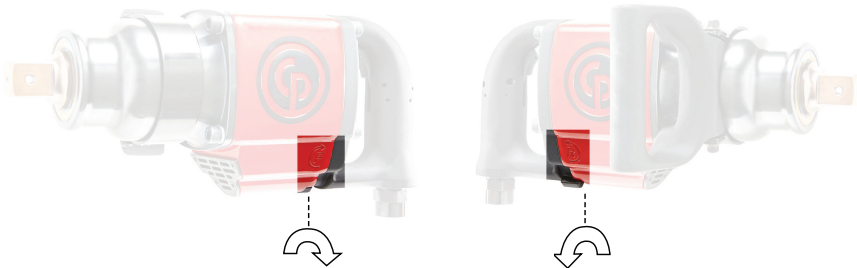

Fig. 3
- To switch rotation, turn the switch (B) as shown in Fig. 3
- To start the machine, simply pull the trigger (A). Machine speed is increased by increasing pressure on the trigger. Release the trigger to stop.
- Use the reverse switch (B) only when the drive spindle comes to a complete stop.
- Para cambiar la rotación, gire el interruptor (B) como se indica en la fig. 3
- Para activar el aparato, sencillamente presione el gatillo (A). La velocidad del aparato aumenta al incrementar la presión sobre el gatillo. Suelte el gatillo para detenerlo.
- Utilice el interruptor de marcha inversa (B) solo cuando el eje motor se haya detenido completamente.